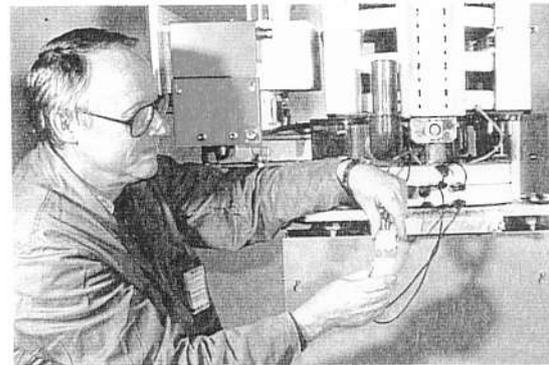

Abb. 45. Anschließen des unteren Spulenpaares
- c) Stecker des Magnetgestells mit dem des unteren Spulenpaares verbinden (Abb. 45.)